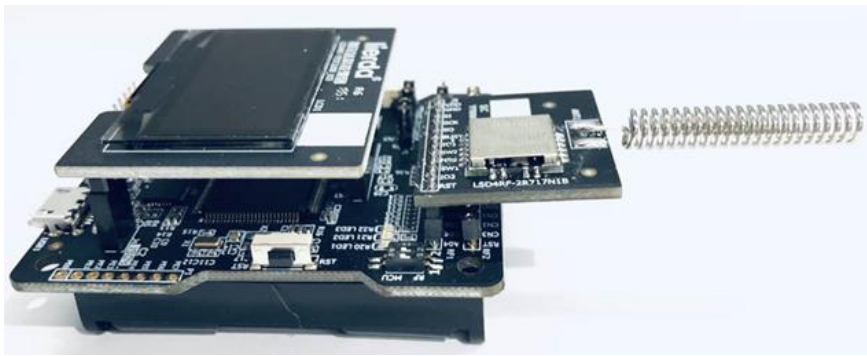

图 1 开发板套件示意图
1、LoRa 模块相关函数包括 LoRa 模块硬件层、驱动层以及应用层。如图 1 是 RF 部分的说明：